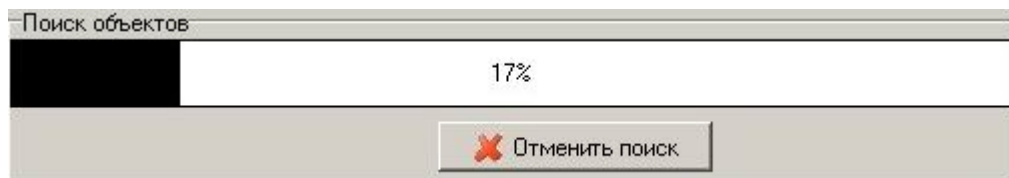

Рис. 4
5. В группе «Объект» появится информация о процессе поиска (Рис.4) и будет произведен последовательный опрос всех подключенных к СОМ-порту модулей. Если необходимо прервать поиск модулей, то нажать кнопку «Отменить поиск».